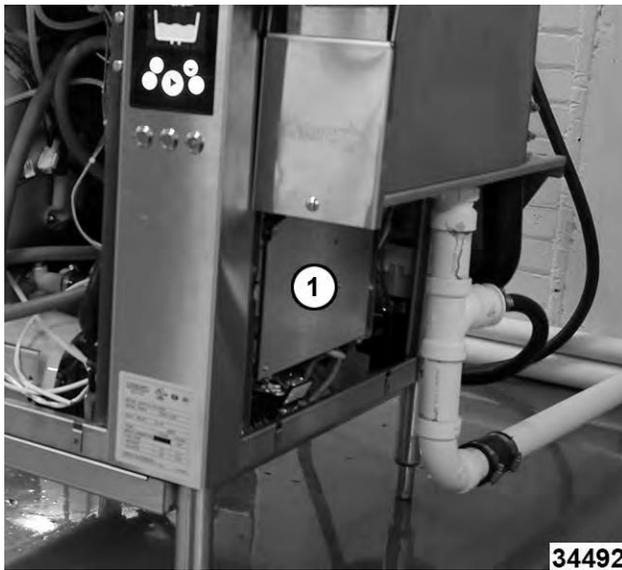

Fig. 92
10. La placa de montaje de la tarjeta de control de pivote va hacia afuera (1, Fig. 92).